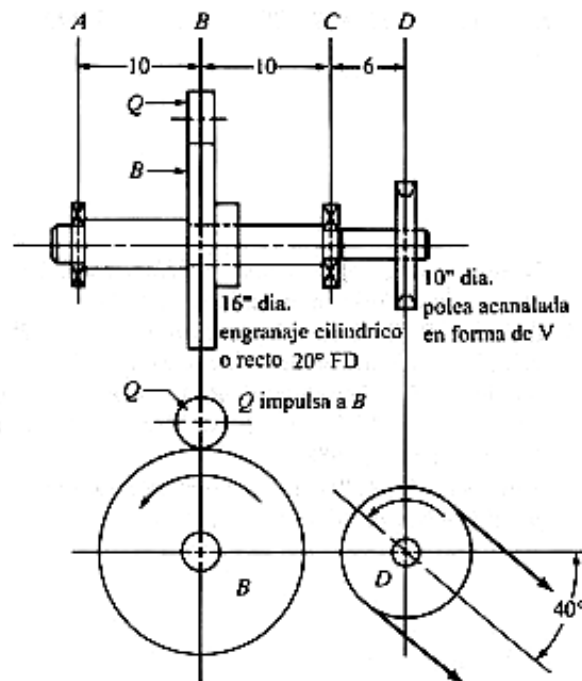

Figura 4.-
5.-El eje de la figura 4 es parte de un impulsor para un sistema de transferencia automatizado en una planta de estampado en metal. El engrane Q transmite 17.5 hp al engrane B (20° altura completa). La polea D transmite dicha potencia hacia otra polea como se muestra . El eje que soporta a B y D gira a 550 r.p.m. Utilice acero 1018 T. F y normas ANSI-ASME.